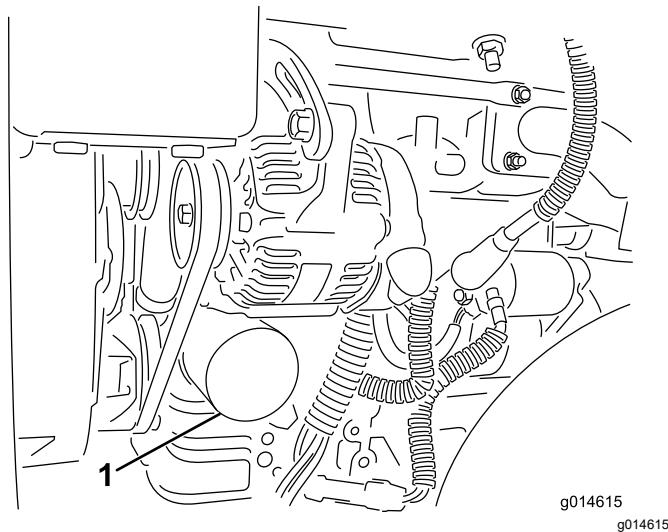

Figura 36
2. Togliete il filtro dell'olio (Figura 36). Spalmate un leggero strato di olio pulito sulla nuova guarnizione del filtro.